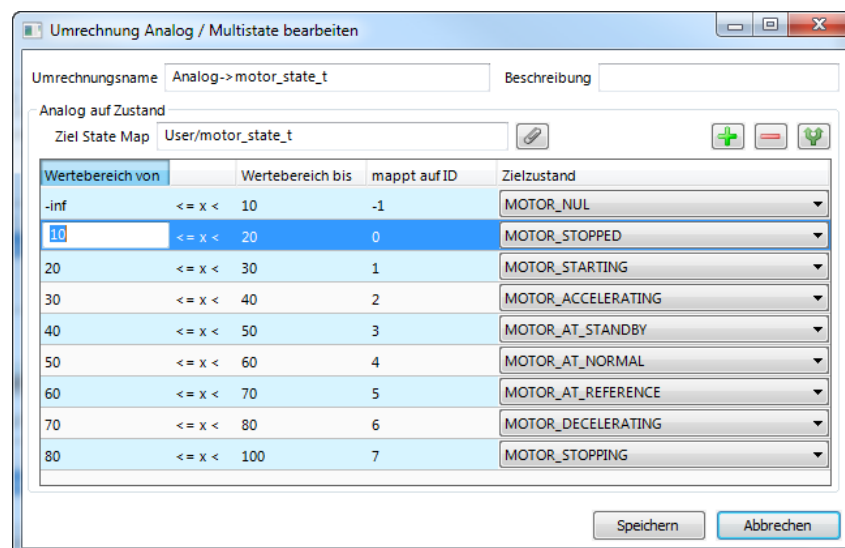

Abbildung 17: Bearbeiten einer Umrechnung von Analog auf Multi-State.
- Ein Beispiel zum Bearbeiten einer Umrechnung von Analog- auf Multi-State-Werte ist in Abbildung 17 gezeigt. Geben Sie einen **Umrechnungsnamen** ein, dann bearbeiten Sie die Spalte **Wertebereich von** und wählen jeweils den gewünschten **Zielzustand** aus.